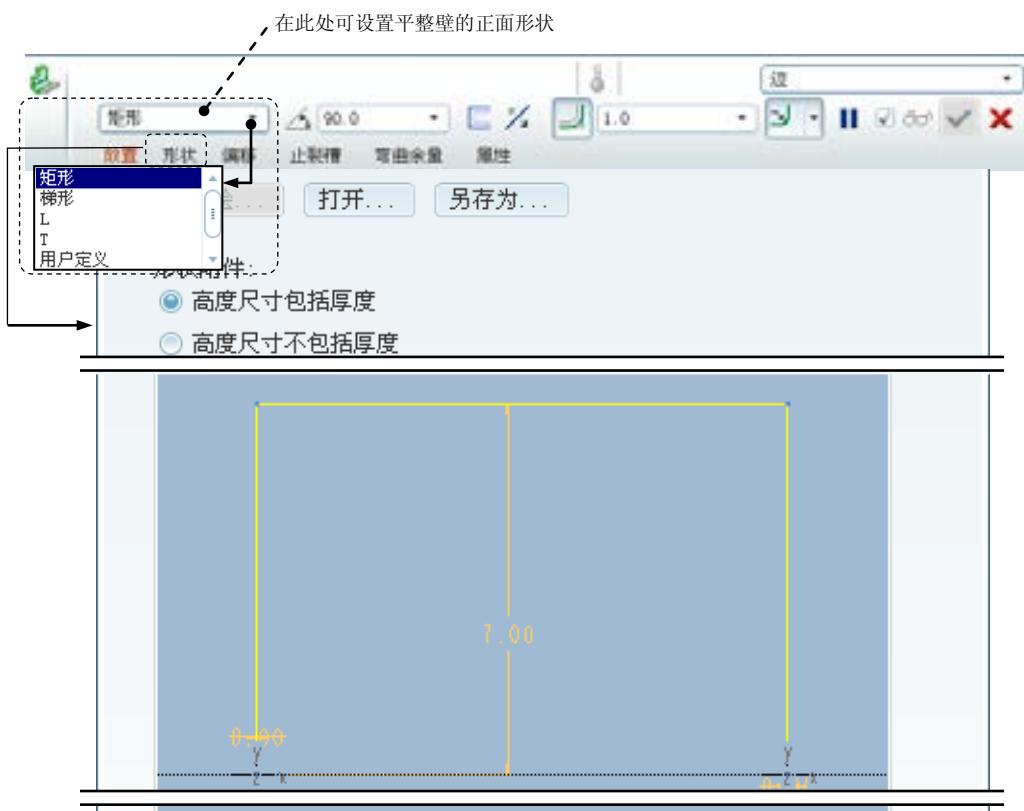

图 11.2.6 操控板
Step2. 选择下拉菜单 **插入 (I)** → **钣金件壁 (W)** → **平整 (L)...** 命令，系统弹出图 11.2.6 所示的操控板。
Step4. 定义平整附加壁的形状。在图 11.2.6 所示的操控板中，选取形状类型为 **矩形**。